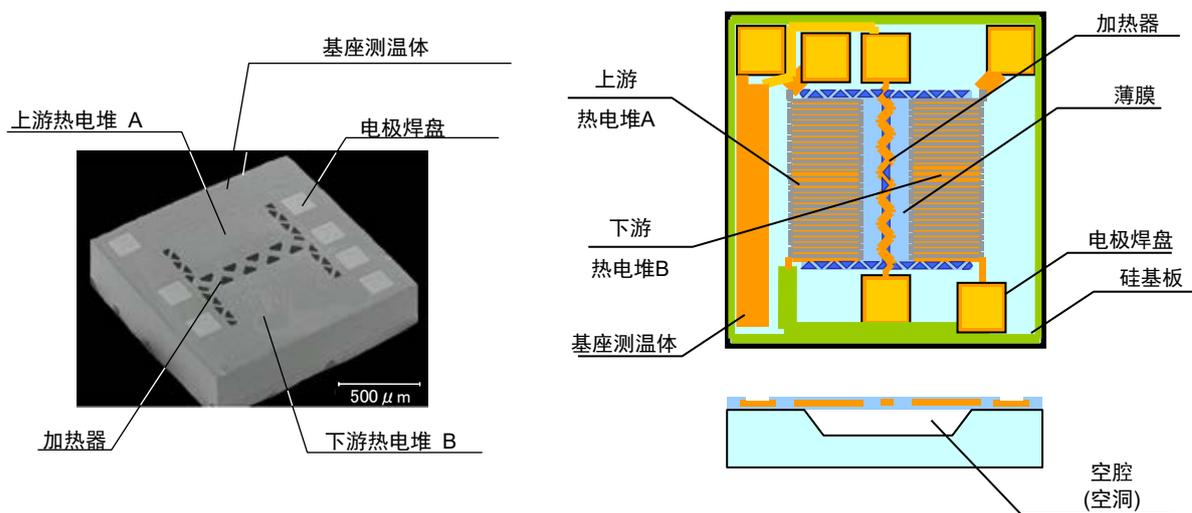

图 3. 流量传感器芯片结构
MEMS 流量传感器芯片的基本结构如图 3 所示。这种传感器芯片采用使用热线的质量流量检测方式。其芯片中央具有加热器，上游侧的热电堆 (A) 及下游侧热电堆 (B) 配置在加热器的两侧，热电堆附近配置有基座测温体，它们均是采用半导体工艺制造的。加热器和热电堆列组的底部形成空腔，使得热电堆可高效检测加热器的热量。